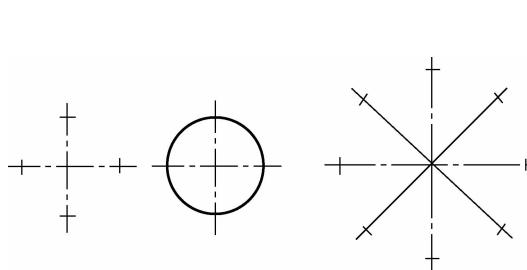
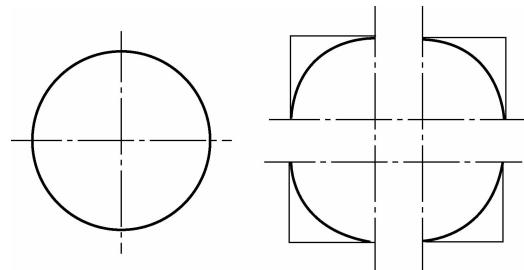

图1-10 小圆的画法
图1-11 大圆的画法
(3) 圆的画法。先用相互垂直的两段细点画线确定圆心。画小圆时，可先在中心线上定出距离圆心约等于半径的四个点，然后依次画四段圆弧线，每段都转到自己顺手的方位画出，如图1-10所示。画较大圆时，可再加画一对或几对相互垂直的直线，则可以多取些点，分段画出，最后擦去不用的线，如图1-11所示。